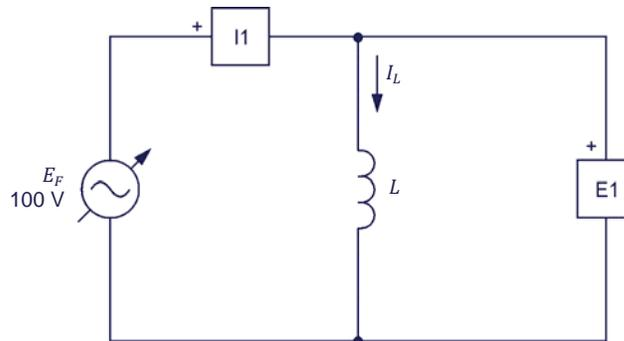

Figura 2-4. Circuito ca que contiene un inductor.
6. Monte el circuito mostrado en la figura 2-4.
El valor de la inductancia L a utilizar en el circuito de la figura 2-4 depende de la frecuencia de la fuente de alimentación ca, como se indica en la tabla 2-1.